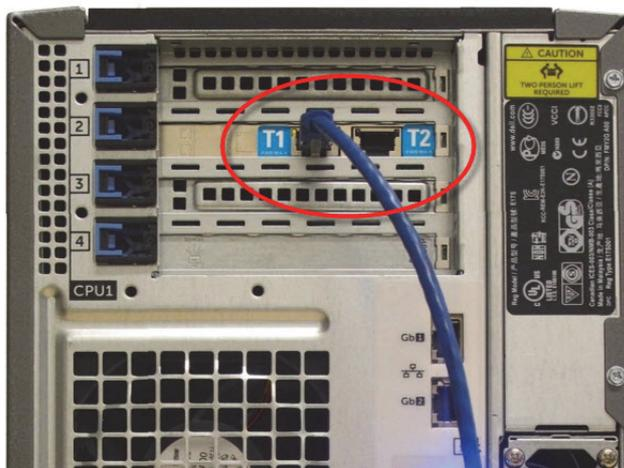

Figura 151: Porte Terminale sul controller
2. Scollegare il cavo di rete Terminale dalla porta denominata **T1** o **T2** sul controller primario e ricollegarlo alla stessa porta sul controller secondario. Vedere Figura 151.